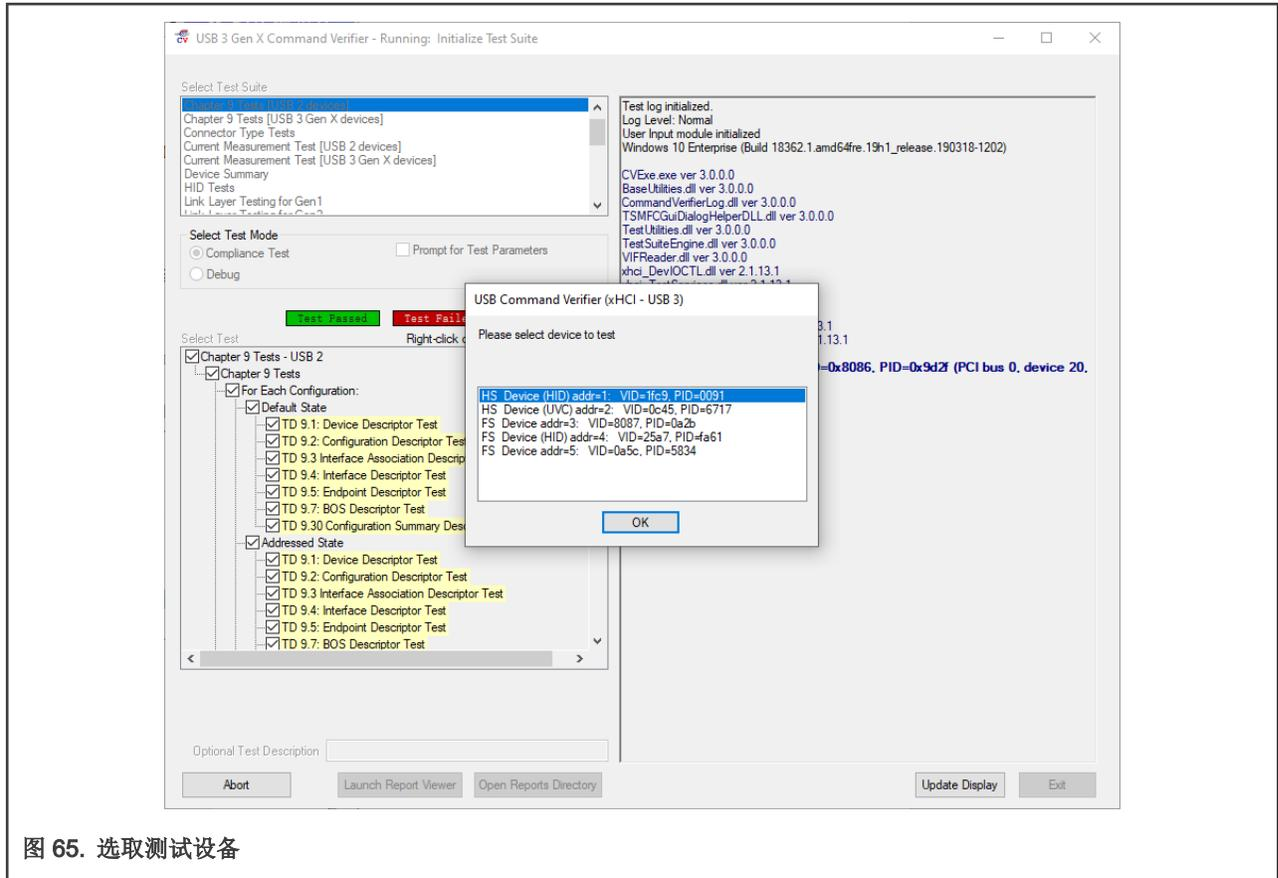

图 65. 选取测试设备
- 选择 Chapter 9 Test[USB 2 devices] 项，点击 Run。在图 65 所示的弹出对话框中选择被测 Device，点击 OK。